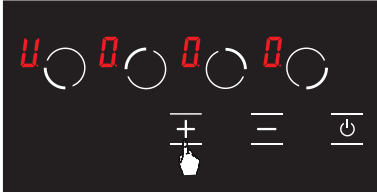

Afbeelding 8
1. Schakel het fornuis in door de  knop in te drukken. (Zie Afb. 8).